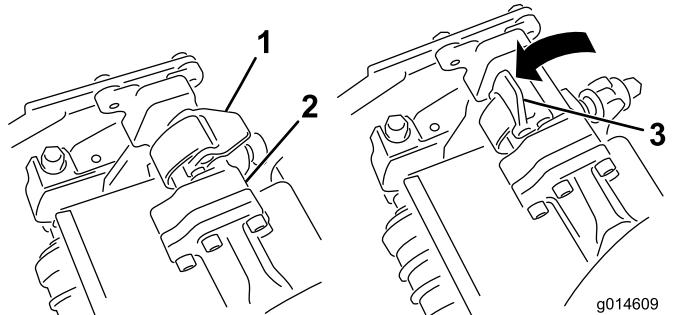
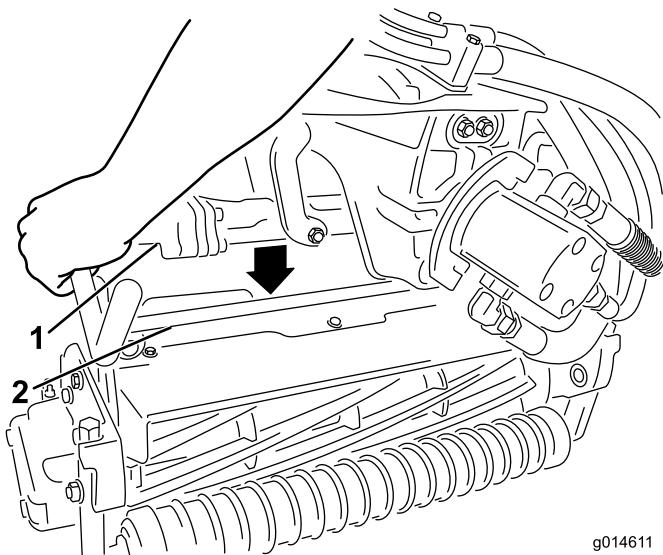

図 13
図 14
9. サスペンション・アームのバーについているラッチを上向き（開いた状態）にして（図 13）、サスペンション・アームを押し下げて、バーを、カッティングユニットのバーの上に被せるようする（図 14）。
10. ラッチを下げて閉じるとカッティングユニットのバーがロックされてユニットがアームにセットされる（図 13）。